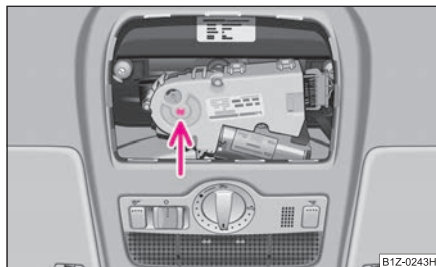

Fig. 38 Plafonul: Acționarea în caz de urgență
- Introduceți o cheie hexagonală nr. 4, până la limită, în orificiu, și închideți sau deschideți trapa/plafonul glisant ⇒ fig. 38.